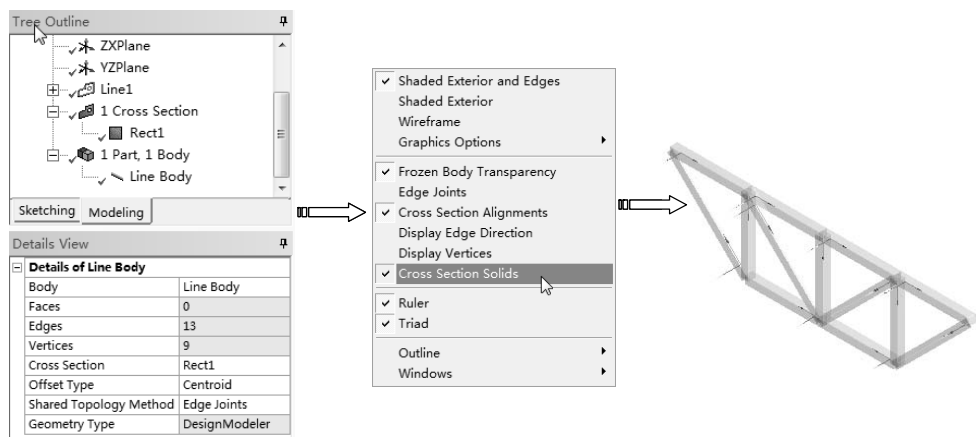

图 5-96 将截面赋给线体
6) 在特征树中选择【Line Body (线体)】节点，在详细设置窗口的【Cross Section】下选择截面类型 Rect1，单击【Generate】按钮即可将截面赋给线体，如图 5-96 所示。
7) 选择【View】|【Cross Section Solids】命令，使命令前出现对号标志，显示创建的模型，如图 5-96 所示。